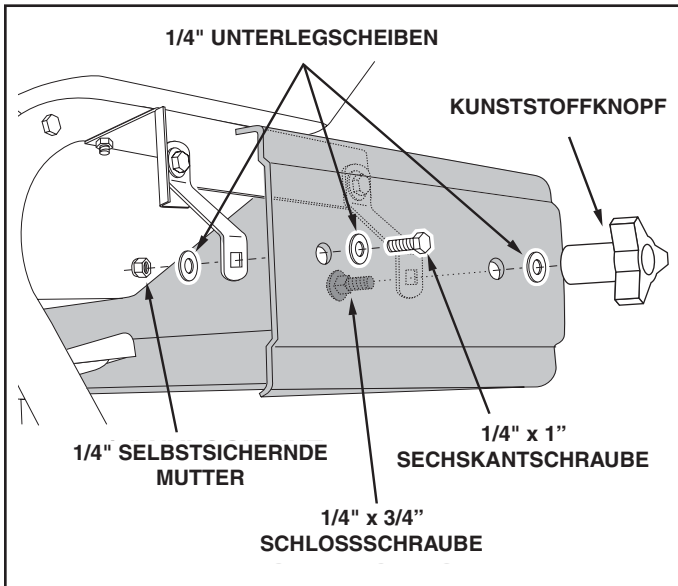

ABBILDUNG 13
24. Montieren Sie das Streuerschutzblech mit zwei 1/4" x 3/4" Schlossschrauben, 1/4" Unterlegscheiben und den beiden 1/4" Kunststoffknöpfen an den vorderen Z-Winkeln. Siehe Abbildung 13.
25. Montieren Sie das Streuerschutzblech mit zwei 1/4" x 1" Sechskantschrauben, vier 1/4" Unterlegscheiben und zwei 1/4" selbstsichernden Muttern an den hinteren Z-Winkeln. **Ziehen** Sie die Muttern soweit fest, dass der Z-Winkel noch frei schwenkbar ist. Siehe Abbildung 13.